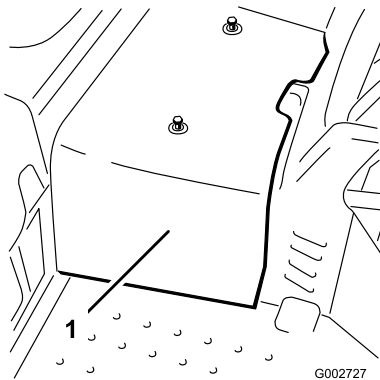

Figura 41
2. Desaperte os dois parafusos que fixam o resguardo central à máquina e retire o resguardo (Figura 41).